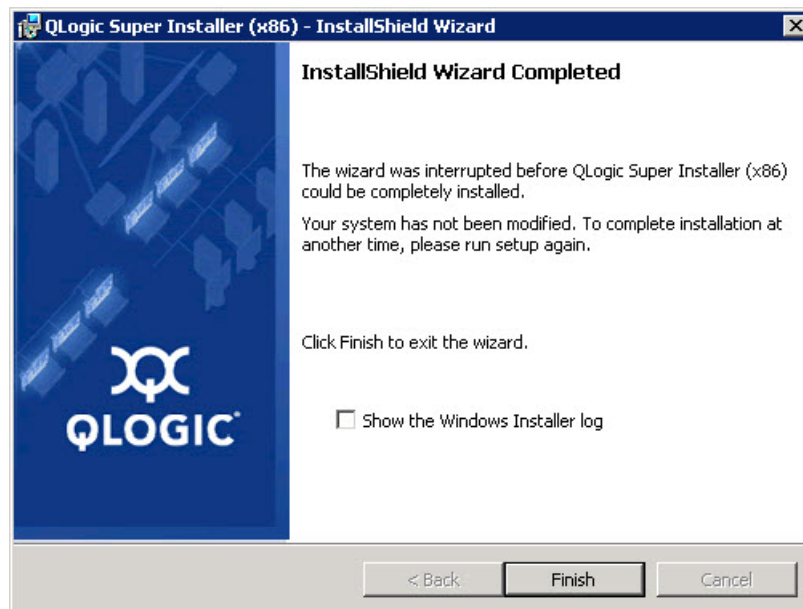

Abbildung 2-7. InstallShield Wizard: Fenster „Completed“ (Abgeschlossen)
8. Wenn die Installation abgeschlossen ist, zeigt der InstallShield-Assistent das Dialogfeld „Completed“ (Abgeschlossen) an (Abbildung 2-7). Klicken Sie auf **Finish** (Fertig stellen), um das Installationsprogramm zu beenden.